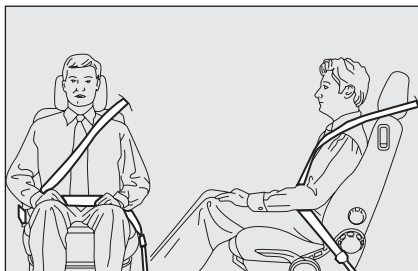

fig. 7
**AVVERTENZA** Il nastro della cintura non deve essere attorcigliato. La parte superiore deve passare sulla spalla e attraversare diagonalmente il torace. La parte inferiore deve risultare aderente al bacino (come indicato in **fig. 7**) e non all'addome del passeggero. Non utilizzare dispositivi (mollette, fermi, ecc.) che tengano le cinture non aderenti al corpo degli occupanti.